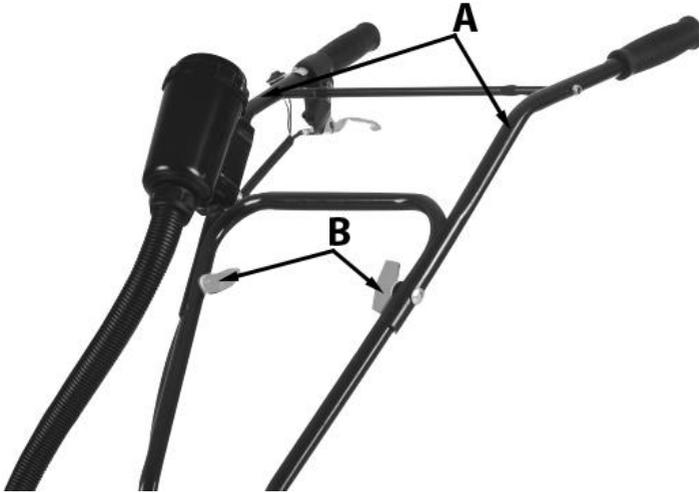

Рис. 5
Закрепите обе рукоятки (А) Рис. 5 на средней части рамы. Для этого используйте две барашковых
гайки, два болта крепления и две пружинных шайбы из комплекта крепления культиватора (B) Рис. 5. Не допускайте чрезмерного затягивания барашковых гаек.